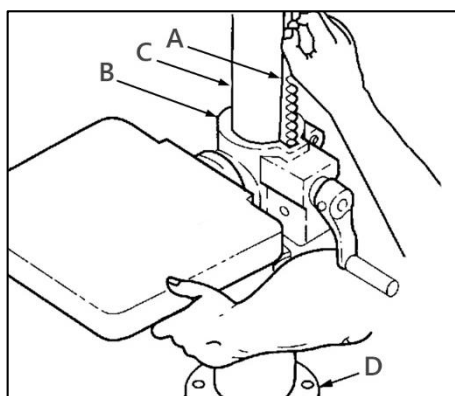

Рисунок 5.
Установите зубчатую рейку так, чтобы ее длинный гладкий конец смотрел вверх, в таком положении вставьте ее в паз в отверстии кронштейна стола. Соедините зубчатую рейку с шестерней, расположенной внутри паза, в зацеп. Удерживая зубчатую рейку (А) (рис. 5) и кронштейн стола (В) вместе, опустите их вниз по колонне (С), пока рейка не упрется в фланец (D) колонны.